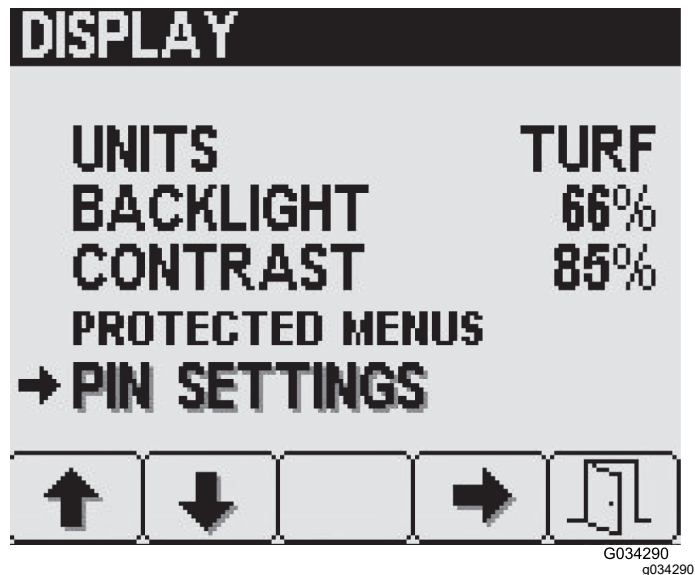

図 23
1. 表示画面のボタン 1 と 2 で PIN 設定オプション間の移動 図 23。
2. ボタン 4 を押して PIN 設定サブメニューを選択 図 23。